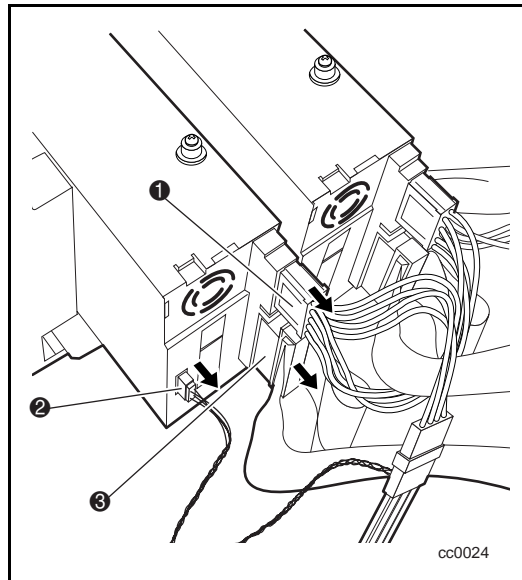

Abbildung 7. Anschließen des neuen Laufwerks
3. Schließen Sie das Stromversorgungskabel ❶, das serielle Kabel ❷ und das SCSI-Kabel ❸ am neuen Laufwerk an (siehe Abbildung 7).